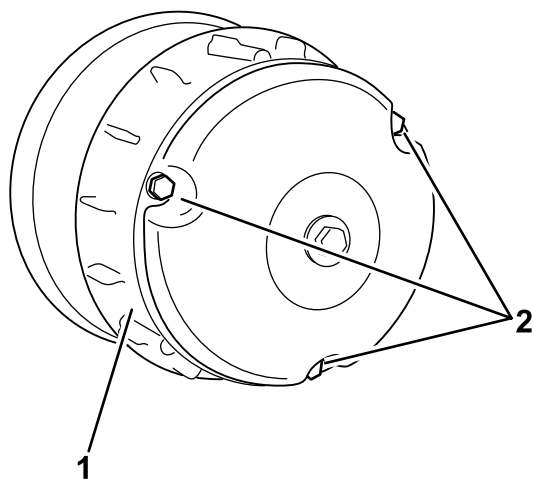

Рисунок 66
2. Отверните три болта крепления крышки сцепления и снимите крышку (**Рисунок 66**).
4. Установите крышку сцепления и закрепите ее 3 болтами (Рисунок 66), снятыми при выполнении пункта 2.